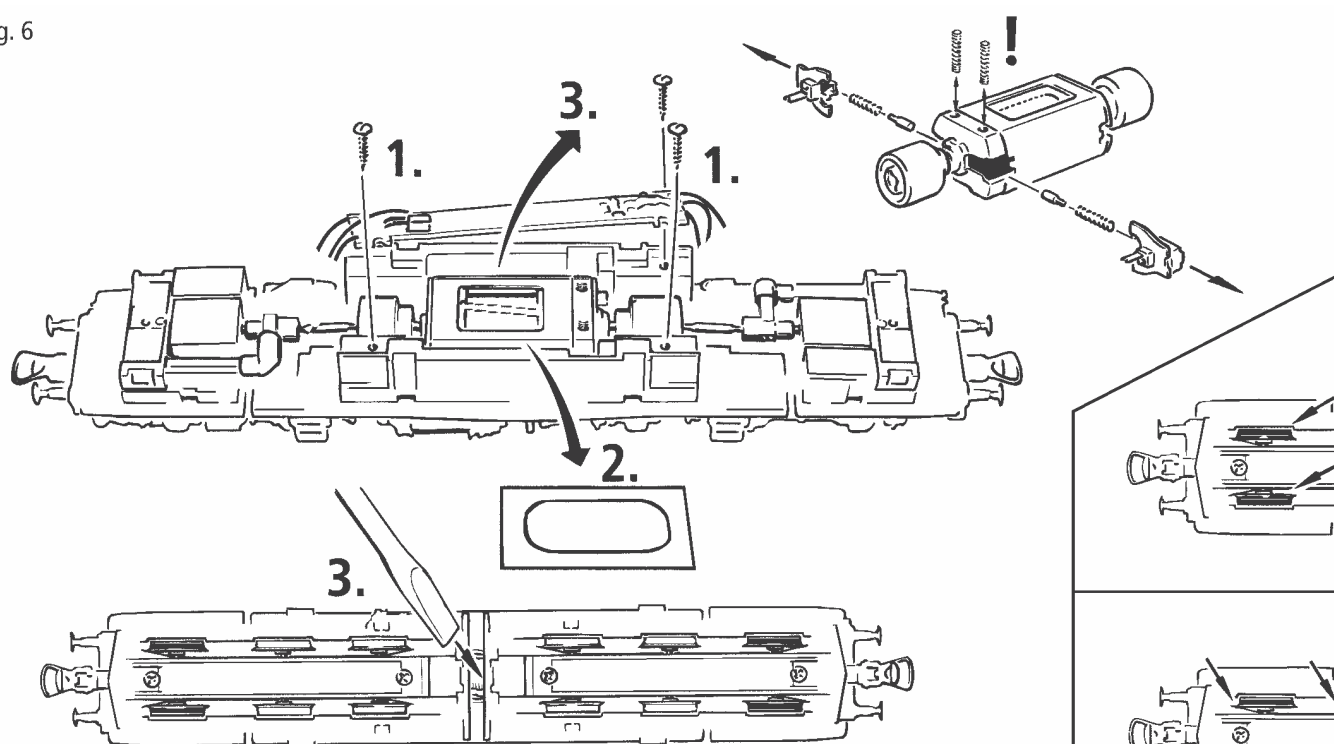

Fig. 8
3. Haftreifenwechsel: Zuerst den Getriebedeckel abnehmen (Fig. 5). Danach den **Radsatz** herausnehmen und die **Haftreifen** mit einer Nadel od. mit einem feinen Schraubendreher abziehen (Fig. 8). Beim Aufziehen der neuen Haftreifen darauf achten, dass diese sich nicht verdrehen.
3. Change of traction tyre: Remove the gear cover (fig. 5). Take out **wheel set** and remove **traction tyre** using a pin or a fine screwdriver (fig. 8). When pressing on the new traction tyre please **avoid twisting it**.
3. Échange des bandages d'adhérence: Démontez d'abord **le couvercle du carter des engrenages** des engrenages (fig. 5). Délogez ensuite les essieux bandagées et enlevez, à l'aide d'une aiguille ou d'un tournevis fin, les bandages d'adhérence (fig. 8). Lors du montage des nouveaux bandages veuillez veiller à ce que les bandages **ne soient pas tordu**.